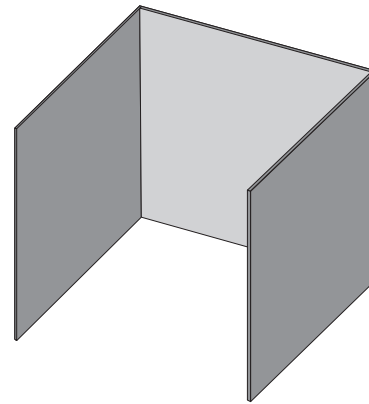

Abb. 1
- Das Gerät gilt als im Freien aufgestellt, wenn es in einem Schutzraum mit Wänden an drei Seiten, aber ohne Überdachung installiert ist. **(Abb. 1).**